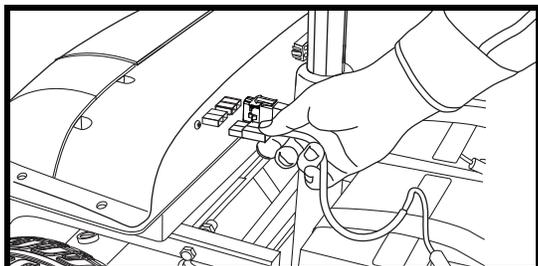

Figure 18. Connecteurs des batteries
5. Débranchez les deux câbles blanc et noir des batteries. **Voir la figure 18.**